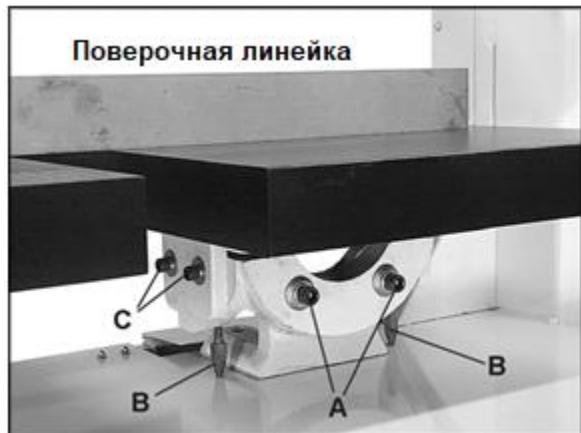

Рис. 12.
1. После выставления основного стола перпендикулярно пильному полотну, с помощью поверочной линейки проверьте, выровнен ли вспомогательный стол, как показано на Рис. 12. Если вспомогательный стол не выровнен с основным, выполните следующие шаги.
2. Чтобы наклонить вспомогательный стол влево или вправо, ослабьте винты (A, Рис. 12) и закручивайте/откручивайте один из стопоров (B, Рис. 12). По завершении регулировки плотно затяните винты (A, Рис. 12).
3. Чтобы сдвинуть стол вперед или назад, ослабьте винты (C, Рис. 12). По завершении регулировки плотно затяните винты.